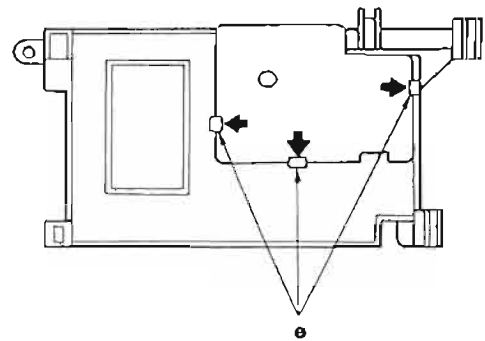

Abb. 8 Fig. 8
- 3 Halteklammern e (Abb. 8) in Pfeilrichtung drücken und Reglerplatte abnehmen.
- Remove the 3 claws e in direction of the arrow (Fig. 8) and take out the volume P.C.B.